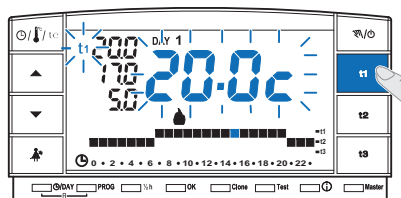

fig. 29
- Appuyer sur la touche du set de température que vous voulez limiter (**t1** ou **t2**) ; le symbole sélectionné (**t1** ou **t2**) et les digits au centre avec la température correspondante clignotent (exemple en fig. 29).